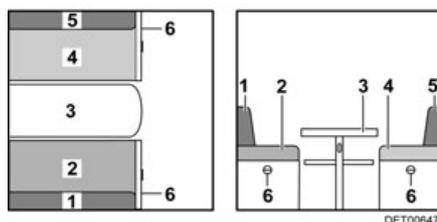

Fig. 113 Antes de la transformación
- Ampliar la mesa (Fig. 113,3) y transformarla en base de cama (véase apartado 7.7).
- Quitar el cojín del respaldo (Fig. 113,1) y ponerlo a un lado.
- Tirar del asidero y abrir la trampa (Fig. 113,6).